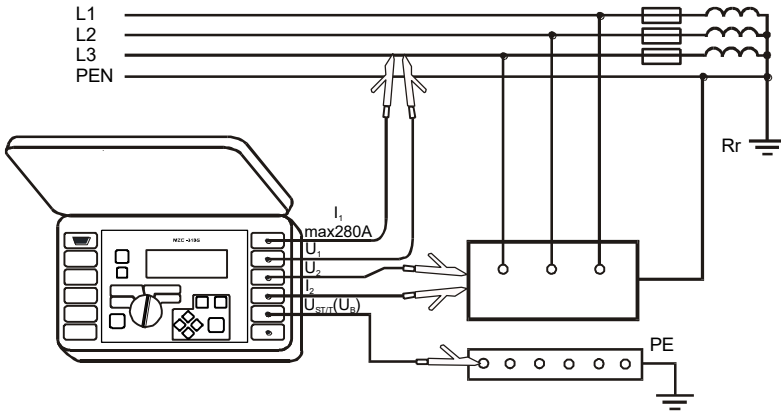
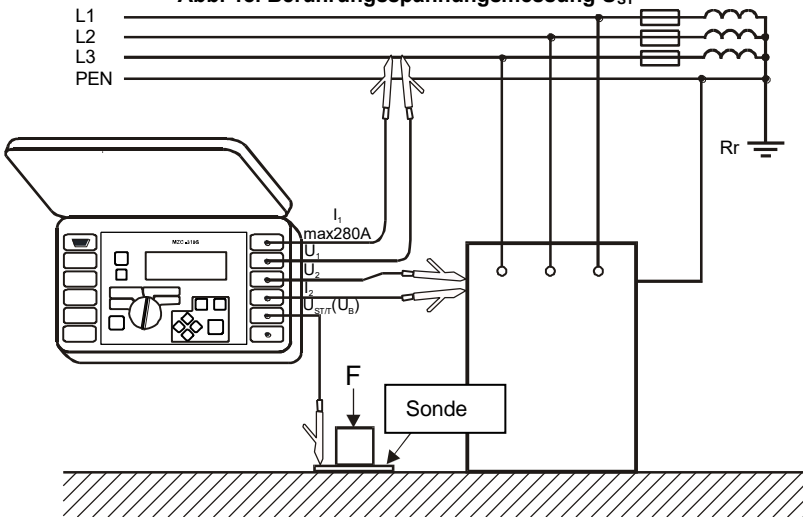

Abb. 18. Berührungsspannungsmessung U_{ST}
Abb. 19. Berührungs-Schlagspannungsmessung U_T
Bei der eingestellten Funktion der Parametermessung der Kurzschlusschleife (2p oder 4p) misst das Gerät laufend die Spannung und die Netzfrequenz auf die im Punkt 6.6 beschriebene Weise. Ihre Werte werden unten auf dem Bildschirm angezeigt. Der Index bei der Bezeichnung der Spannung U bestimmt, ob die Phasenspannung - U_{LN} , Leiter-Leiter-Spannung - U_{LL} gemessen wird oder ob auch der Spannungswert außer den auf der Abb. 19. - U_{Σ} gezeigten Bereichen liegt. Dieselbe Bezeichnungsprinzipien betreffen die Spannung, die während der Impedanzmessung der Kurzschlusschleife gemessen wird.
- die Messleitungen wie auf der Abb. 18 für U_{ST} oder wie auf der Abb. 19 U_T anschließen.
Die Messung der Berührungs-Schlagspannung U_T erfolgt nach der Einschaltung im Messgerät eines zusätzlichen Widerstandes mit dem Wert von 1 k Ω zwischen den Klemmen U_2 und $U_{ST/T}$ (U_B). Der Widerstand spiegelt den Widerstand des Menschen wider und die Klemme $U_{ST/T}$ (U_B) wird mit der Elektrode verbunden, die Füße des Menschen simuliert, angebracht auf der Unterlage (Abb. 19), deren Ausführung und Belastung entsprechende Normen beschreiben.